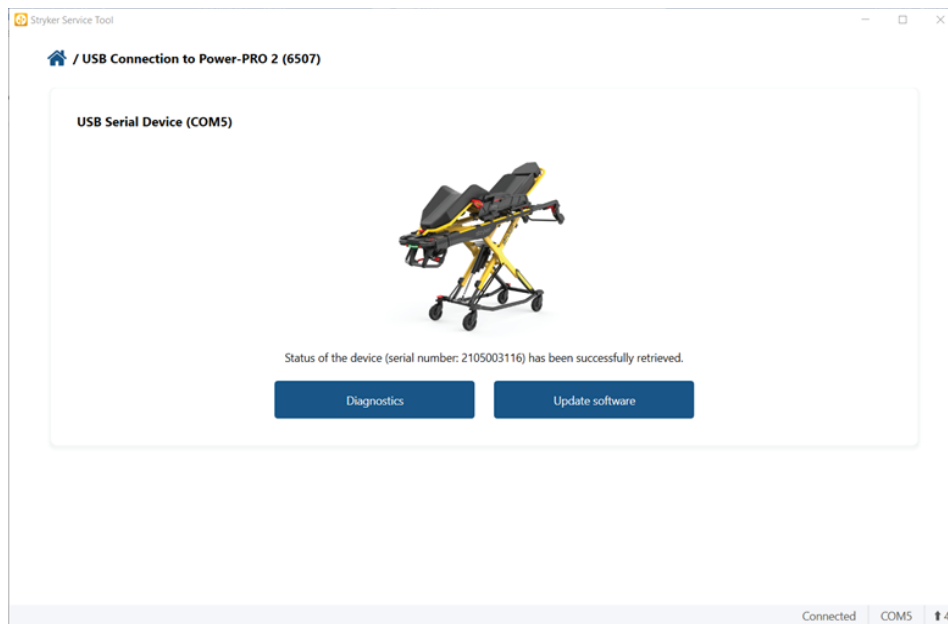

Figure 5 – Diagnostics
5. Une fois que le bouton Diagnostics est surligné en bleu, sélectionner **Diagnostics** pour accéder aux détails de l'équipement (Figure 5).